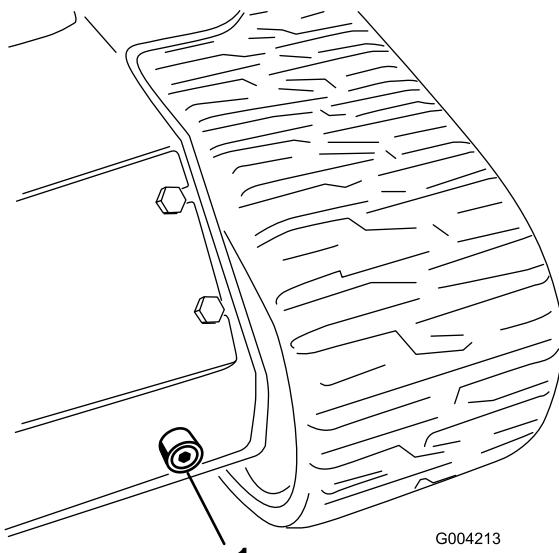

Рисунок 56
6. Разместите большой дренажный поддон (вместимостью 15 галлонов США) под дренажной пробкой в передней части тягового блока (Рисунок 56).
7. Снимите сливную пробку и дайте маслу стечь в поддон (Рисунок 56).